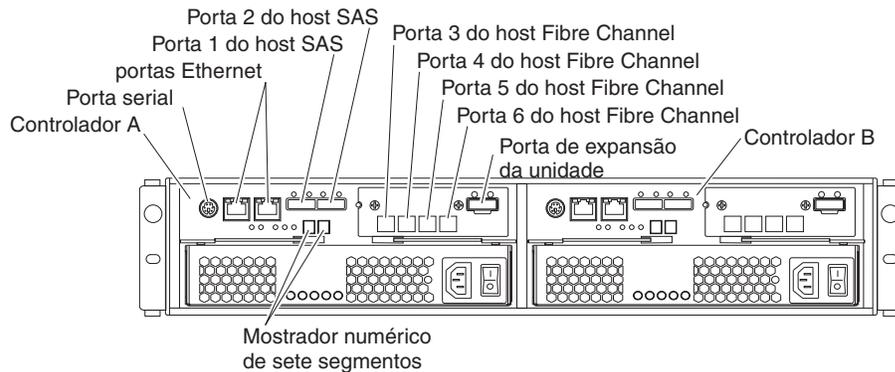

Figura 55. Local dos Conectores de Host em Controladores de Armazenamento
2. Conecte os cabos Fibre Channel aos módulos SFP nas portas do host do controlador e aos módulos SFP no comutador de fibre channel ou no conector de interface óptica nos adaptadores de barramento de host. Figura 55 mostra o local nos controladores das portas do subsistema de armazenamento onde os cabos do sistema host são conectados.